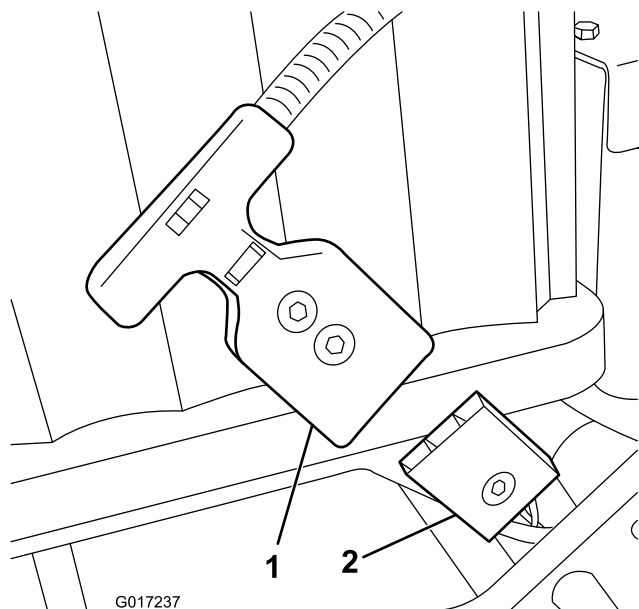

Figura 17
Nota: Si no puede conectar la clavija del arnés de cables batería-máquina al enchufe de la batería con la batería instalada, puede conectar primero el arnés a la batería y luego instalar la batería. Desconecte el conector del suministro eléctrico principal (Figura 17) de la base de la batería. Instale el conector a la batería según se ha descrito anteriormente. Instale la batería a la base, pasando el arnés de cables por el orificio correspondiente, y luego sujete el conector del suministro eléctrico principal a la base de la batería usando las fijaciones que retiró anteriormente.
16. Conecte el conector en T del arnés de cables principal al conector del suministro eléctrico principal situado en la base de la batería (Figura 17).